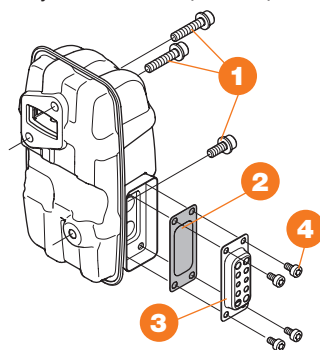

Рис. 11
- Снимите выхлопную трубу ③, открутив винты ④ (Рис. 11).
- Снимите предохранитель от искр ② (Рис. 11).
- Регулярно проверяйте, чтобы глушитель был целым и правильно закреплен. Затяните болты ① на 8-12 Нм (Рис. 11).
- Проверьте, что глушитель и выхлопная труба правильно закреплены. Затяните болты ④ с моментом 2-3 Нм. (Рис. 11).